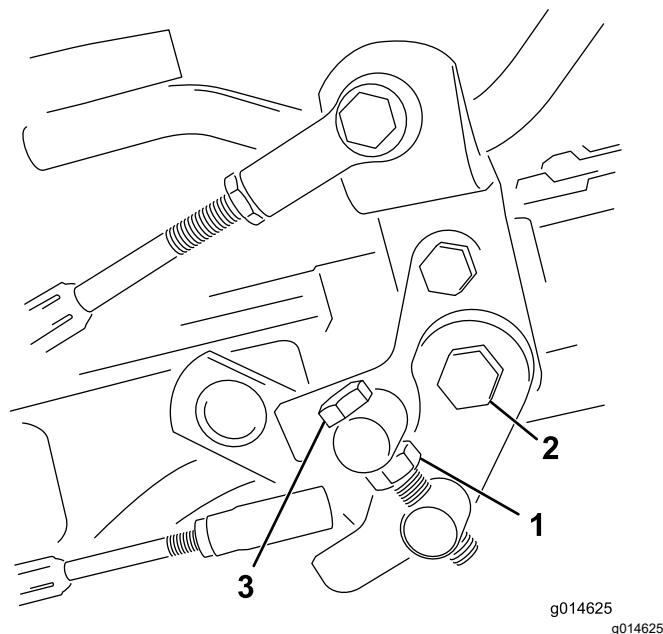

図 43
1. トラニオンボルトのジャムナットをゆるめる図 43。
4. トラニオンボルトのジャムナット、およびペダルピボットのナットを締め付けて調整を固定する図 43。調整を確認し、必要に応じて再調整する。